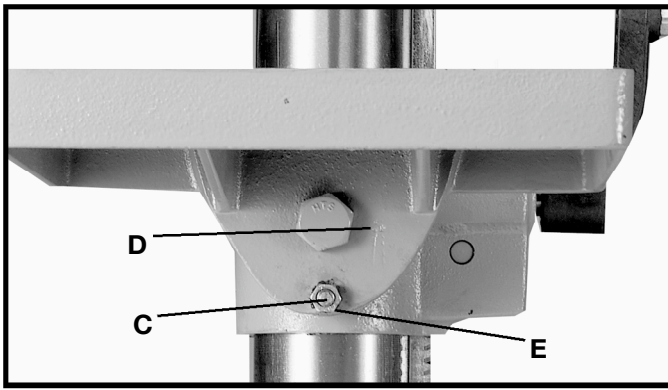

Fig. 22
3. La mesa puede inclinarse a la derecha o a la izquierda al extraer y quitar el pasador de alineamiento de la mesa (C) Fig. 22 y al aflojar el perno de cierre de la mesa (D). **NOTA:** Si se hace difícil la extracción del pasador (C), vire la tuerca (E) contra el sentido de las manecillas del reloj para extraer el pasador de la estructura. Inclina la mesa al ángulo deseado y apriete el perno (D).